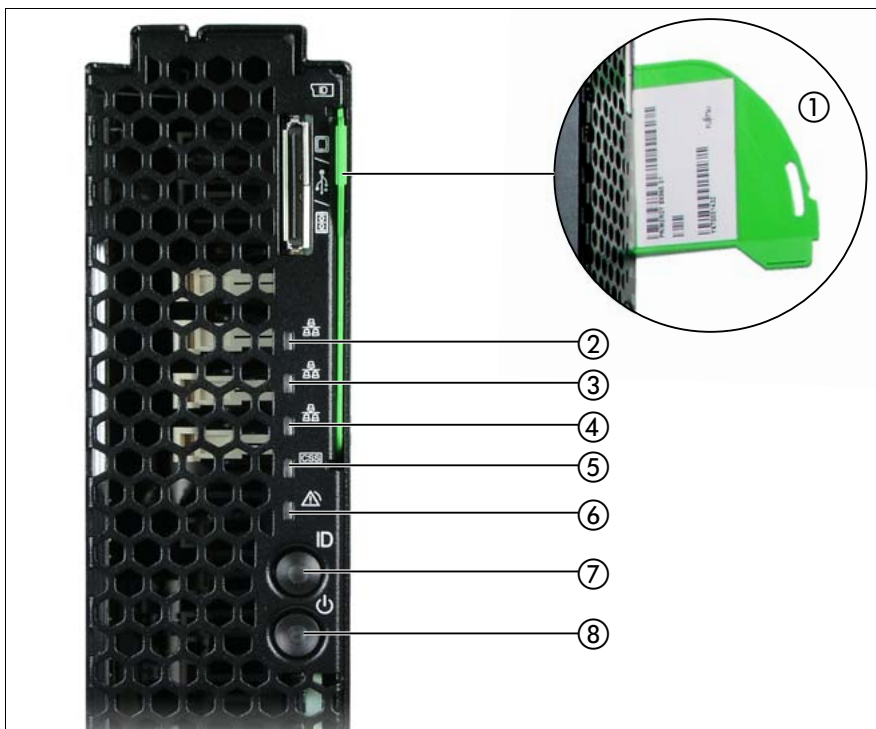

Bild 6: Bedien- und Anzeigeelemente
Die ID-Karte (siehe Bild 6 auf Seite 45) können Sie bis zum Anschlag herausziehen und wieder einschieben.
Die Systemeinheit ist eingeschaltet, und die Betriebsanzeige (Position 8 in Bild 6 auf Seite 45) blinkt grün.
- Um das Server Blade einzuschalten, drücken Sie die Ein-/Aus-Taste des Server Blade (Position 8 in Bild 6 auf Seite 45).
Um das Server Blade auszuschalten, drücken Sie die Ein-/Aus-Taste des Server Blade (Position 8 in Bild 6 auf Seite 45) für 4 Sekunden.